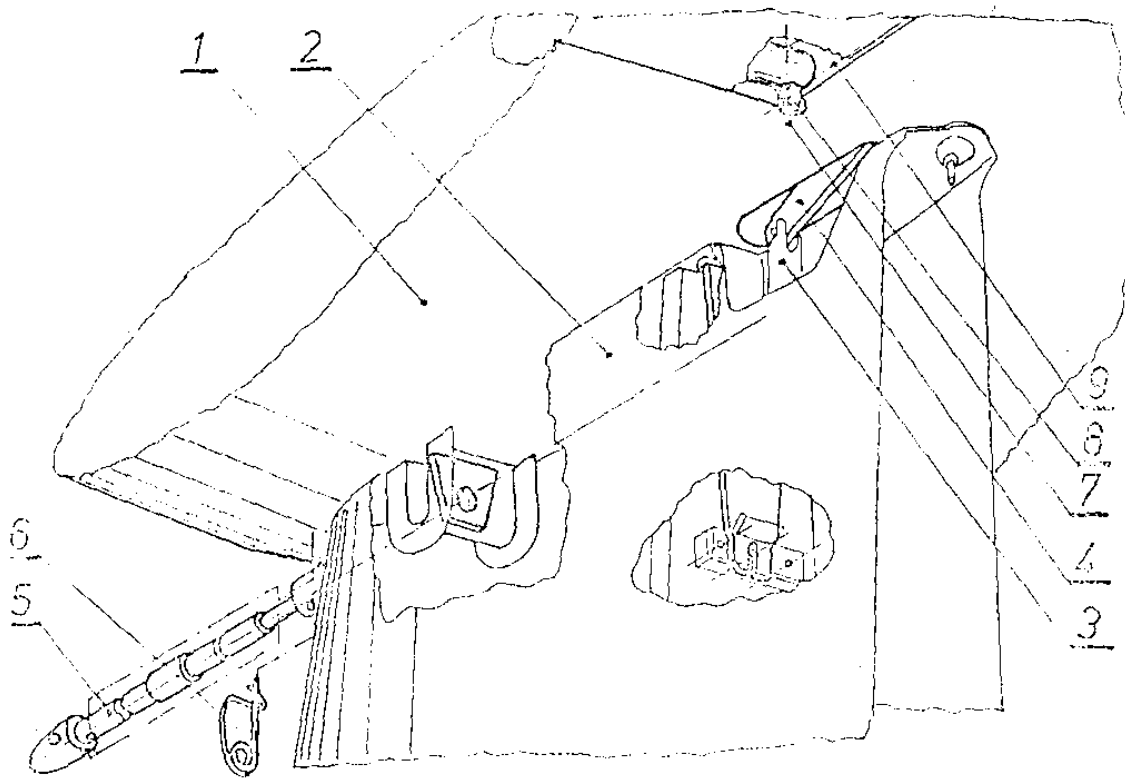

Fig. 6
4.7.4 Montaje del estabilizador horizontal (Fig. 6)
4.7.5 Desmontaje del estabilizador horizontal (Fig. 6)